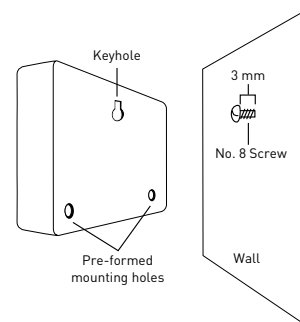

Figura 2: Pendure o temporizador no parafuso utilizando o orifício em forma de fechadura
- Deslize o temporizador sobre o parafuso destacado (utilizando a ranhura em forma de fechadura na parte traseira do temporizador). *Consulte a figura 2*
- Introduza um parafuso n.º 8 através de um dos dois orifícios pré-formados situados nos cantos inferiores da caixa. *Consulte a figura 2*